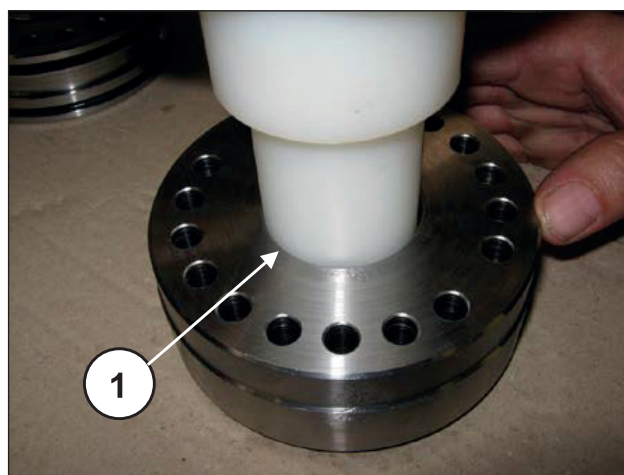

图 198
将泵头的环插入HP（高压）密封件支撑中（①，图 196），接着插入（高压）密封圈组；由于密封圈和缸套之间的轻微干扰，为防止损坏，建议使用塑料缓冲垫（①，图 197和图 198）。